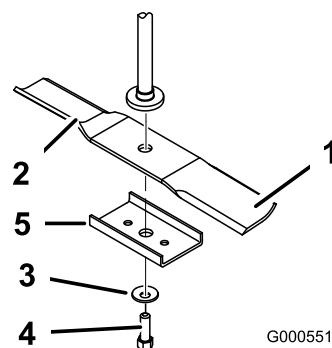

Figure 37
Tenez la lame à son extrémité avec un chiffon ou un gant épais. Enlevez de l'axe, le boulon, la rondelle bombée, le renfort et la lame (Figure 37).
1. Placez la lame sur l'axe (Figure 37).
2. Montez le renfort, la rondelle bombée (face concave vers la lame) et le boulon de lame (Figure 37).